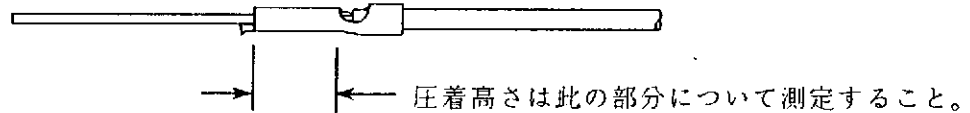

Fig. 2
(2) 圧着高さは Fig. 2 に示す箇所にて測定すること。